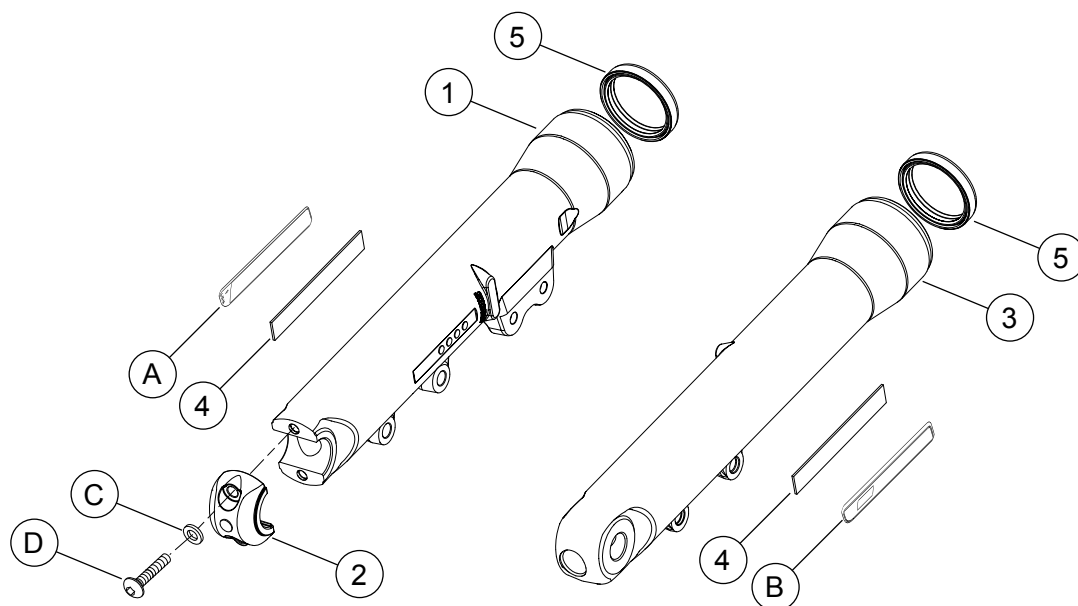

Figura 2. Piezas de servicio: Kits de deslizadores de la horquilla Dyna
Vea Figura 2 y Tabla 1.
3. Desarme los tubos de la horquilla delantera de acuerdo con las instrucciones en el Manual de servicio y reemplace los deslizadores de la horquilla originales con los deslizadores (vea Figura 2, artículos 1 y 3) del kit.
4. Arme los tubos de la horquilla delantera, reemplazando los sellos, los bujes u otras piezas adicionales desgastadas según sea necesario. En el kit se incluyen dos **nuevos** sellos de aceite para el deslizador (5).
7. Usando un pedazo de hilo dental (o material similar) con un movimiento hacia adelante y hacia atrás, afloje el reflector (Figura 2, A y B) del deslizador de la horquilla en ambos extremos. Gire el reflector de lado a lado hasta que pueda quitarse. Guarde el reflector para su uso futuro. Repita el procedimiento en el deslizador de la horquilla del lado opuesto.